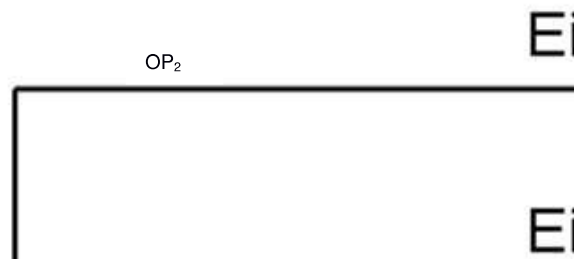

Abbildung 2a)
Im Folgenden soll die Operationsverstärker-Schaltung aus Abbildung 2a) analysiert und dimensioniert werden. Die Schaltung stellt an ihrem Ausgang eine Spannung U_{aus} zur Verfügung, die zur Differenz der an den Eingängen Eing₁ und Eing₂ eingeprägten Ströme $I_{ein,1}$ und $I_{ein,2}$ proportional ist.
- g) In der Schaltung in Abbildung 2a) wird nun $R_1 = R_3 = 2 R_2$ gewählt. Ferner wird an den nicht-invertierenden Eingang von OP₁ eine von 0 verschiedene Spannung U_{ref} angelegt. 5